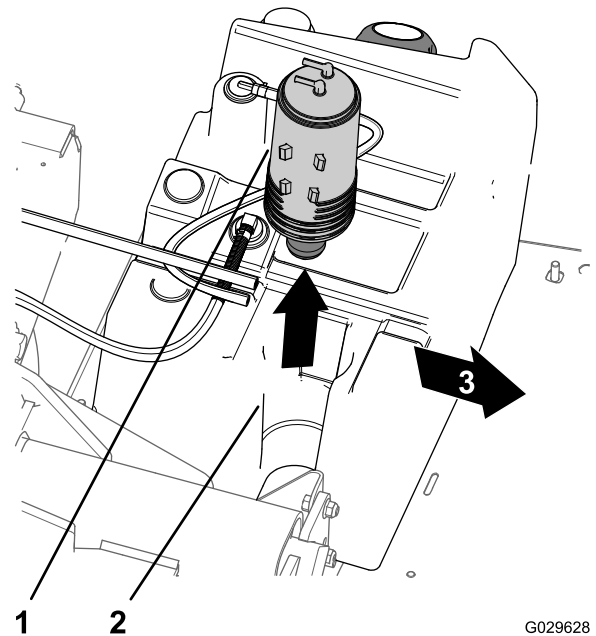

図 50
- 燃料タンクのマウントからカーボンキャニスタを取り出す 図 50。
- 新しいカーボンキャニスタを、燃料タンクのマウントに取り付ける二つのフィッティングPurgeと Fuel tankを後ろに向けて取り付ける 図 50。